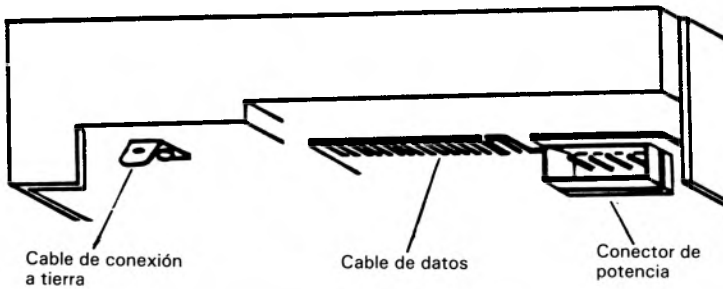

Figura 3
- 5 Instale la Unidad de discos según se describe en el Manual del Propietario. Conecte los cables según se muestra en la Figura 3.
- 6 Conecte el Cable de Conexión a Tierra, el Cable de Datos, y el Conector de Potencia según se muestra en la Figura 3.